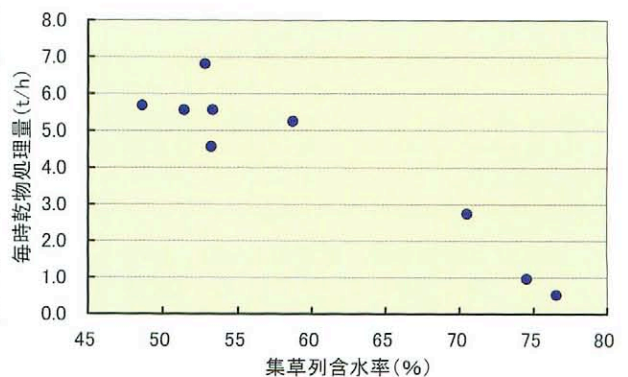

図4 集草列含水率と毎時乾物処理量の関係
- ・予乾牧草は、トモロコシや飼料用稲のような立毛状態で直接収穫する作物よりも、含水率のムラや経時的変化が大きい特徴があります。開発機の性能は、こうした影響を強く受けるので、作業能率は、ほ場面積の大小だけでほ場作業量を推定するよりも、毎時乾物処理量で判断します。集草列の含水率が60%以下の条件では、毎時乾物処理量は約5t/hですが、集草列含水率が70%を超えると毎時乾物処理量は3t/h以下と著しく低下します(図4)。